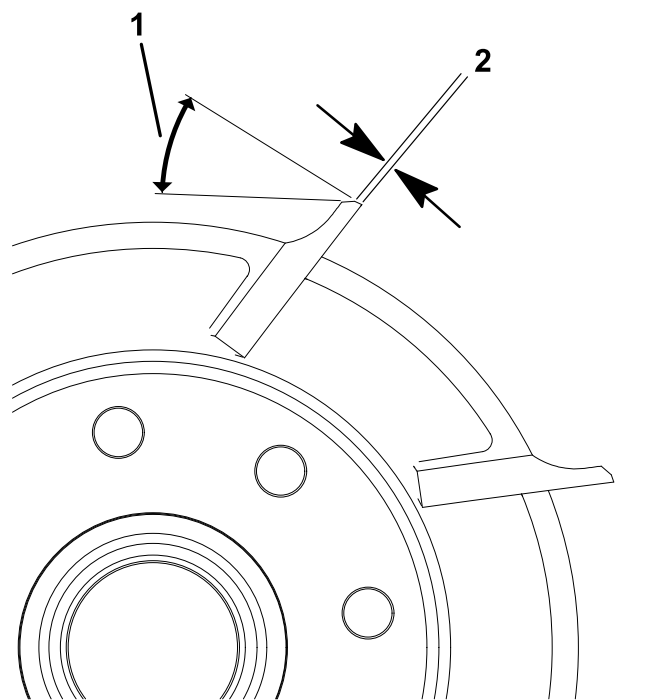

Figura 27
1. Aplicați un unghi de rectificare  $30^\circ$  pentru toate lamele cilindrului, până când lăimea la sol atinge 0,8 mm (Figura 27).